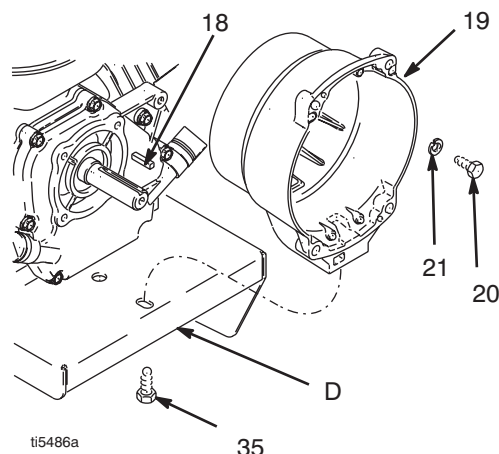

Рис. 11
1. Рис. 11. Отверните четыре винта (20) и шайбу Гровера (21), крепящие картер сцепления (19) к мотору.
2. Удалите болт (35) из-под опорной плиты (D).
3. Выньте картер сцепления (19).
1. Рис. 11. Установите картер сцепления (19).
2. Привинтите четыре винта с колпачком (20) и шайбу Гровера (21) и закрепите картер сцепления (19) к мотору. Затяните до 200 дюйм-фунт (22,6 н./кв.м).
3. Установите болт (35) из-под опорной плиты (D). Затяните до 26 дюйм-фунт (35,2 н./кв.м).